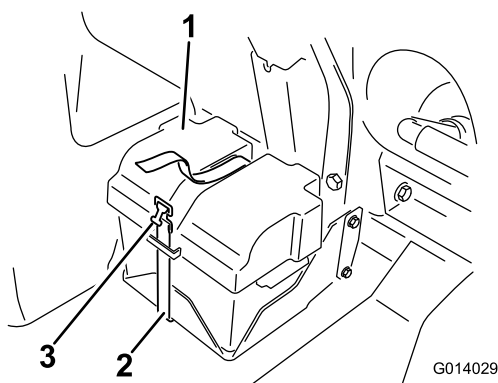
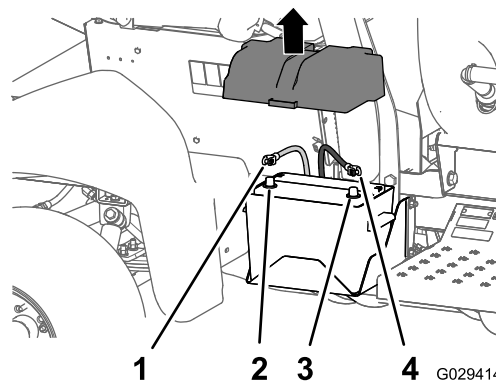

図3
図4
3. バッテリーについているカバーを外し、バッテリーのマイナス黒端子からケーブルを外す 図3と 図4。
4. バッテリー端子からプラス赤ケーブルを外す 図4。